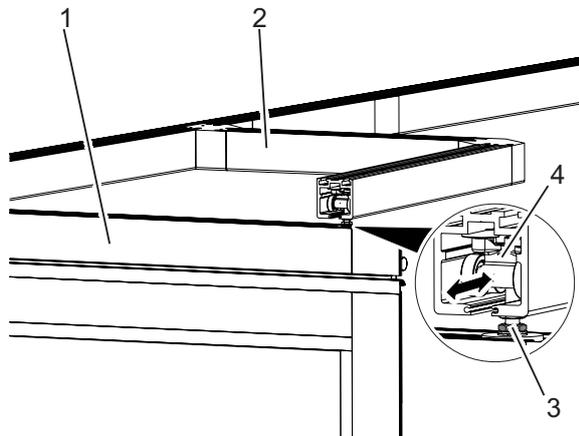

Fig. 22: Positionnement des chariots de roulement
1. Pousser dans la gare de rangement le vantail (Fig. 22/1) qui doit être rangé en premier dans celle-ci (Fig. 22/2).
2. Desserrer légèrement l'écrou (Fig. 22/3) du chariot (Fig. 22/4) qui prend la dérivation.
4. Serrer fermement l'écrou (Fig. 22/3) sur le chariot de roulement.